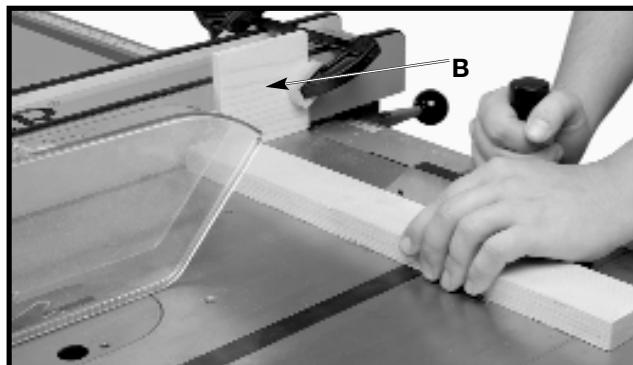

Fig. 45A
Cuando corte transversalmente un número de piezas de la misma longitud, puede fijar un bloque de madera (B), Fig. 45A, a la guía y utilizarlo como calibrador de corte. Es importante que este bloque de madera siempre esté ubicado delante de la hoja de la sierra como se muestra en la ilustración. Una vez determinada la longitud del corte, asegure la guía y utilice el calibrador de inglete para introducir el trabajo en el corte. Este bloque de madera permite que la pieza cortada se mueva libremente a lo largo de la superficie de la mesa sin quedar atascada entre la guía y la hoja de la sierra; de este modo, la posibilidad de retroceso y lesiones al operador es menor.
**PRECAUCIÓN** CUANDO UTILICE EL BLOQUE (B), FIG. 45A, COMO CALIBRADOR DE CORTE, ES MUY IMPORTANTE QUE EL EXTREMO POSTERIOR DEL BLOQUE ESTÉ UBICADO DE MODO QUE LIBERE LA PIEZA DE TRABAJO ANTES DE QUE ÉSTA ENTRE EN CONTACTO CON LA HOJA.